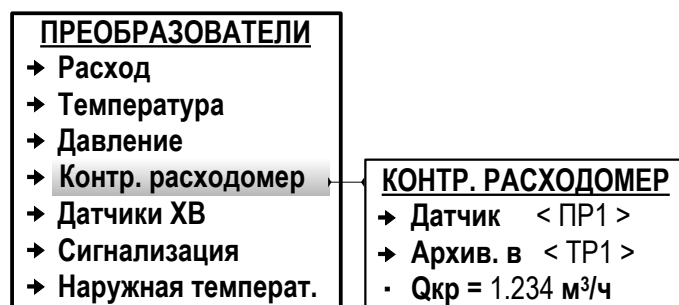

Рис.22. Вид меню настройки контрольного ПР (режим СЕРВИС).
- 7.5.2.4. Назначение «контрольного» расходомера (только для соответствующих схем теплоучета) выполняется в меню **Преобразователи / Контр. расходомер** (рис.22): для параметра **Датчик** из списка выбирается и устанавливается значение **ПР1** (либо **ПР2**).